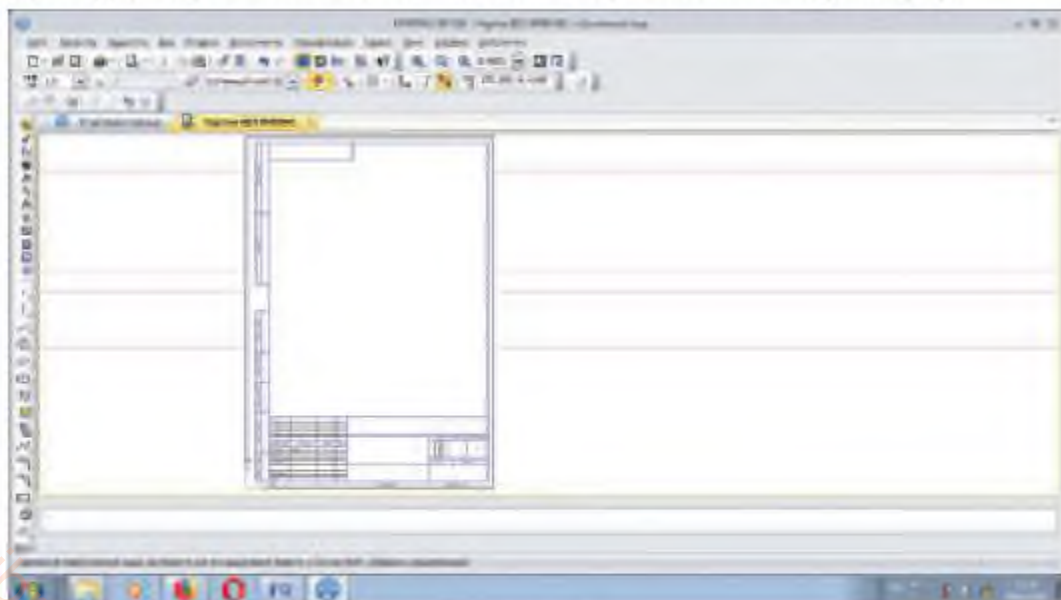

Рис. 15.3
2. Вызываем команду геометрия и с помощью команды **вспомогательная прямая** на его панели инструментов проводим горизонтальные и вертикальные линии (рис. 15.3). Горизонтальные линии проходят через соответствующие элементы главного изображения, а самая нижняя горизонтальная линия — через ось симметрии. Вертикальные линии проходят через элементы главного изображения и вида сверху.